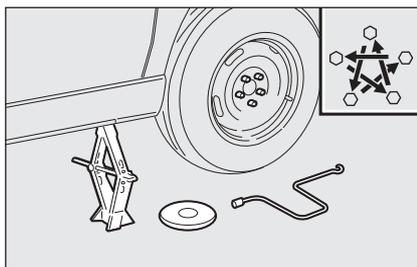

рис. 7
- затянуть болты до упора по крестовой схеме как показано на **рис. 7**;